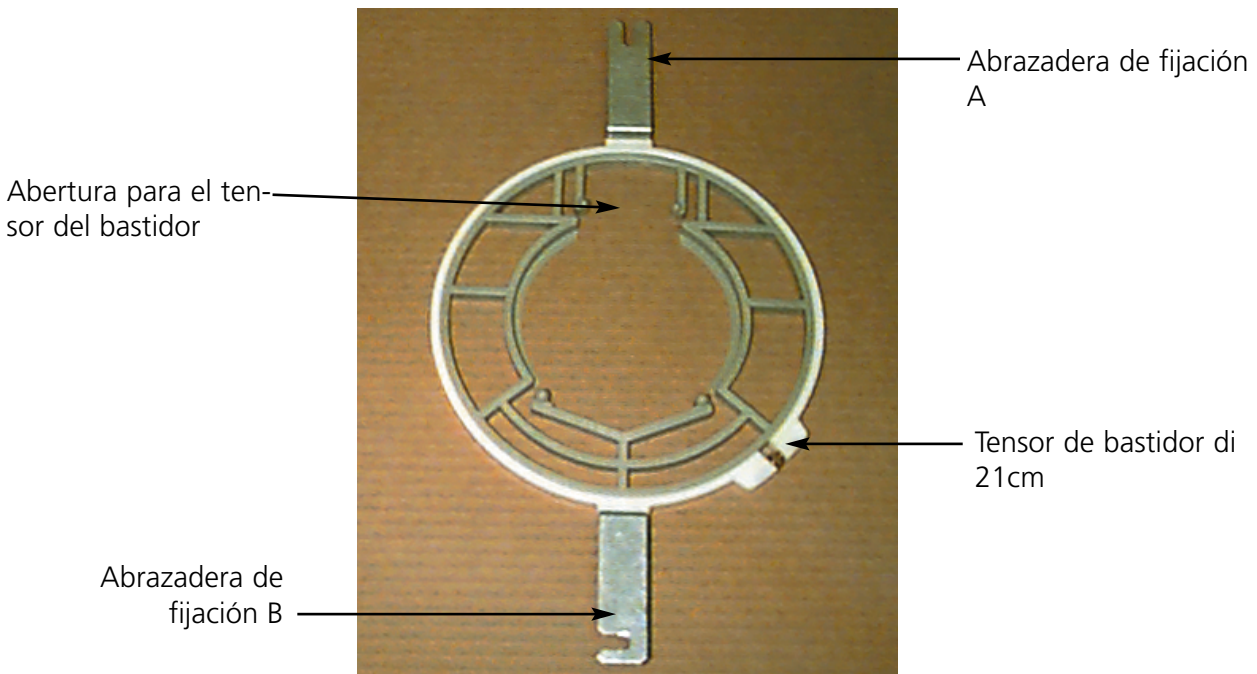

Figura 3-26
2. Aparten el bastidor interior del bastidor de 21cm con los dos soportes (como mostrado en la Figura 3-26).
3. Introduzcan el bastidor que quieren utilizar de tal modo que la abertura en el bastidor en tela de araña para el tensor del bastidor esté centrada en la ranura apuntando hacia la parte trasera (abrazadera de sujeción A en la Figura 3-26). Fijen el bastidor en tela de araña en el tensor del bastidor de 21cm.
4. En cuanto a la Figura 3-26, empujen la abrazadera de sujeción A en su sitio, sobre el tornillo de mariposa en la parte trasera del bastidor en tela de araña, luego giren la abrazadera de sujeción B en su sitio, sobre el tornillo de mariposa en la parte delantera del bastidor en tela de araña.